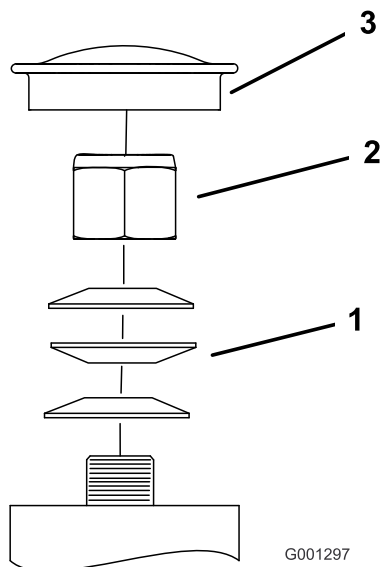

Figure 59
3. Retirez le capuchon antipoussière de la roue pivotante et serrez le contre-écrou (Figure 59).
4. Continuez de le serrer jusqu'à ce que les rondelles élastiques soient aplaties, puis desserrez-le de 1/4 de tour pour obtenir la précharge correcte des roulements (Figure 59).
Important: Veillez à placer les rondelles élastiques comme montré à la Figure 59.
5. Remettez le capuchon antipoussière en place (Figure 59).